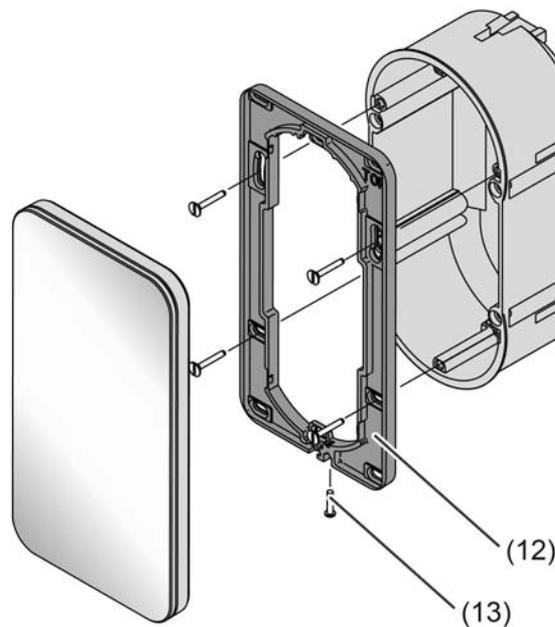

Bild 3: Gerätemontage eines Touch-Sensors Komfort
- Montagerahmen (12) ausrichten und mit der Unterputzdose oder der Wand verschrauben (Bild 3). Markierung TOP = OBEN beachten. Beiliegendes Schraubenset verwenden.
- KNX-Leitung mit Anschlussklemme an Klemme (6) anschließen.
- Optional: Externen Fußbodentemperatur-/Fernfühler an Klemme (5) anschließen.
- Sicherungsschraube (13) unten am Montagerahmen anziehen. Kreuzschraubendreher Typ Pozi-Drive, Größe 0 verwenden.